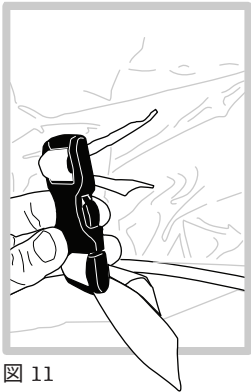

図 11
7. 以下に示すように、One-Wrap®を使用してバックルをレールに取り付けます(図11、12)